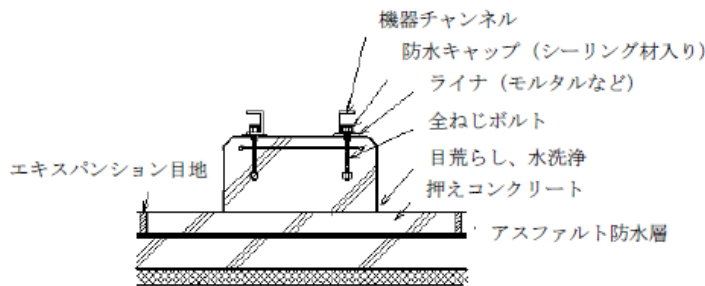

図3 ベタ基礎の設置要領の例⁵
- ・図3に示すように、耐震支持が必要な位置に、平面的に広いベタ基礎を設けて耐震基礎とする（ただし、比較的軽微な機器に用いる）